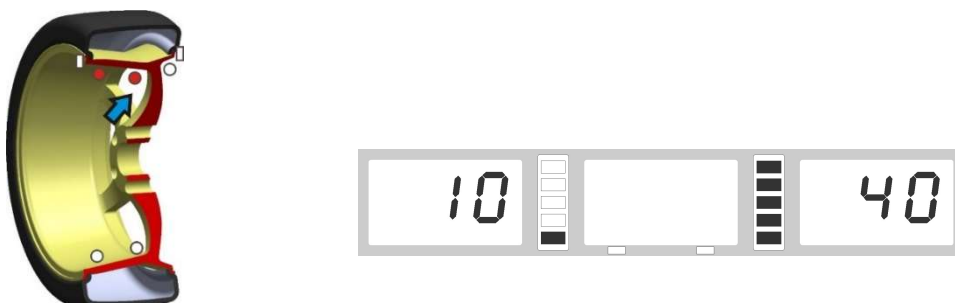

Abb. 10
- Wenn Sie das Rad langsam gegen den Uhrzeigersinn drehen, zeigt die rechte Anzeige mit voll leuchtenden LEDs die korrekte Winkelposition an, in der die Wuchtgewichte (12-Uhr-Position) außen angebracht werden müssen (siehe **Abb.10**).